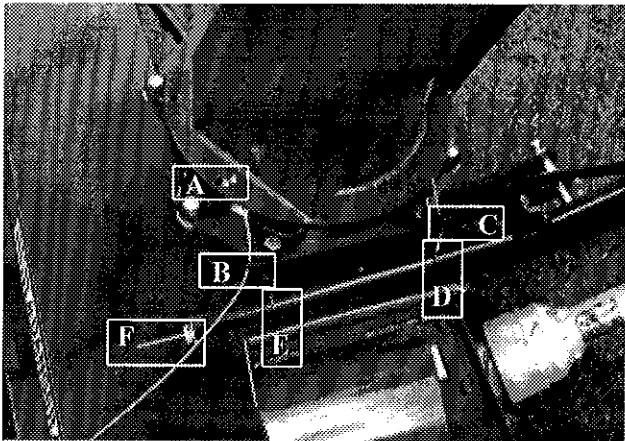

Figure 20
- 3) **Figure 20:** Tourner la chute manuellement dans le sens contraire des aiguilles d'une montre jusqu'à ce que le serre câble (A) soit près du guide câble (B). Faire passer la partie 2 du câble dans le guide câble (B) et le laisser en attente. La partie 1 du câble fait le tour de la chute dans le sens horaire. Faites le passer dans le guide câble (C). L'insérer dans la manivelle par le trou (D) et le sortir de la manivelle par le bout de celle-ci (F). Le fixer temporairement à l'aide du serre câble et de la rondelle fournis avec le kit.